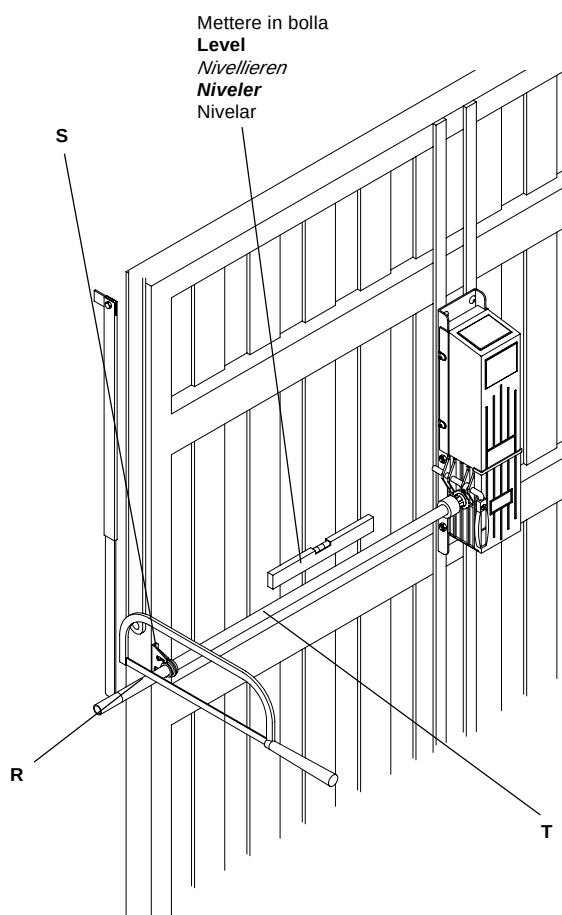
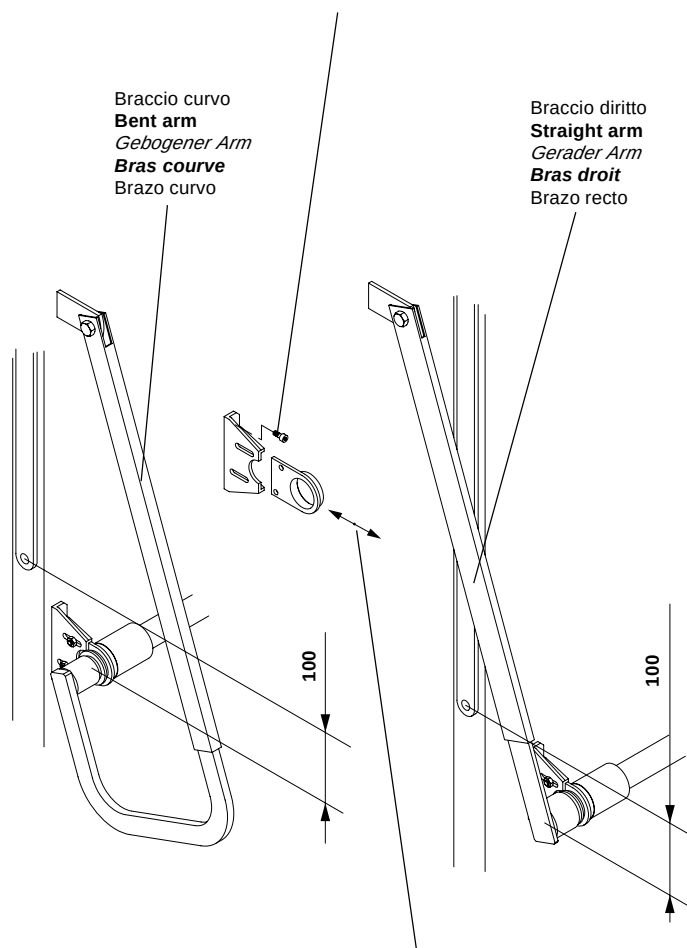

Fig.6
Fig.5
5.4 Operazione n° 3 (fig. 6). Fissare provvisoriamente la staffa S con il tubo T infilato sia in quest'ultima che
Fissare ora la staffa S mediante viti o rivetti avendo cura di mettere in bolla il tubo T. Quest'ultimo deve anche essere parallelo al telo della basculante; a tal proposito usufruire della regolazione di cui fig. 5.
5.4 Operation no. 3 (fig. 6). Temporarily fasten the flask S with the tube T which is partially inserted both in the flask and in the ratiomotor splined shaft. Determine the tube T measure so that it is aligned to arm B. Now cut the tube to size. Secure the flask S through screws or rivets after making sure the tube T is levelled and parallel to the overhead sheet (for its adjustment see fig. 5)
5.4 Opération n° 3 (fig. 6). Fixer de façon provisoire l'étrier S au tube T engagée soit dans celui-ci soit dans l'arbre cannelé du moteur-réducteur.
Fixer l'étrier S avec des vis ou des rivets en prenant soin que le tube soit en niveau à bulle. Celui-ci doit être également parallèle au panneau du basculant. Pour cela, utiliser le réglage comme de fig.5.
5.4 Operación n°3 (fig.6). Fijar provisionalmente la pletina S con el tubo T metido tanto en ésta última como en el árbol acanalado del motorreductor.
Establecer la medida del tubo T de forma que esté alineado al brazo B. Cortar a continuación el tubo a medida. Fijar ahora la pletina S mediante tornillos o remaches teniendo cuidado de nivelar el tubo T. Este último debe también estar paralelo al paño de la basculante; a tal efecto efectuar la regulación que se detalla en la fig.5.